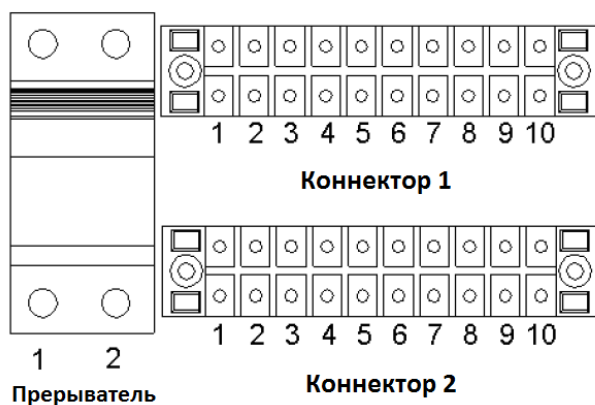

Рис. 4.2 Коннекторы подключений
- Силовые кабели должны подключаться к разъемам и размыкателям на KCB (см. рис. 4.2).